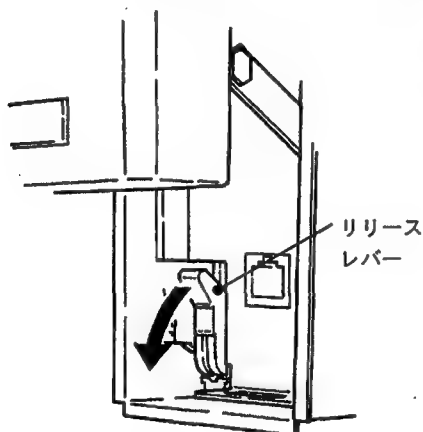

図4.6 内器の引き出し1
- ① フロントパネルをスイングアップさせます(4.2項参照)。
- ② リリースレバーを手前に引きます(図4.6参照)。後部コネクタ部が外れ、内器の電源が切れます。